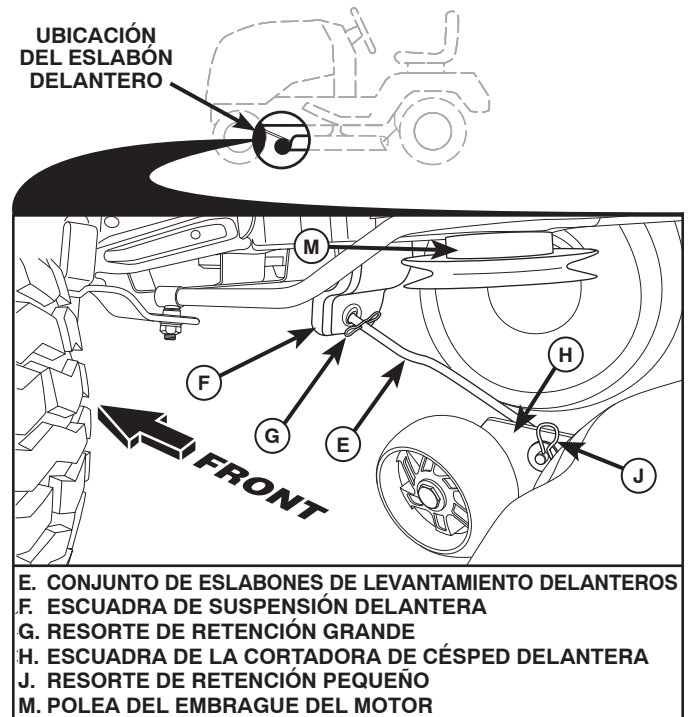

Fig. 14
## 8. INSTALE EL ESLABÓN DELANTERO (E) (Vea Fig. 14)
- Desde la parte delantera del tractor, inserte el extremo de varilla del eslabón delantero (E) a través del agujero delantero de la escuadra de suspensión delantera del tractor (F).
- Muévase hasta el lado izquierdo de la cortadora e inserte un resorte de retención grande (G) a través del agujero del eslabón delantero (E) detrás de la escuadra de suspensión delantera (F).
- Inserte el otro extremo del eslabón (E) en el agujero de la escuadra derecha de la cortadora de césped (H) y asegure con una arandela y un resorte de retención pequeño (J).